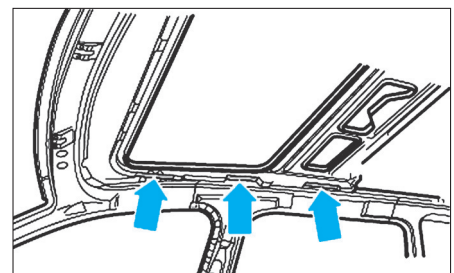

FIG. 23
- Sur les véhicules équipés d'un toit coulissant, sectionner les zones de collage à l'aide d'un couteau (Fig.23).